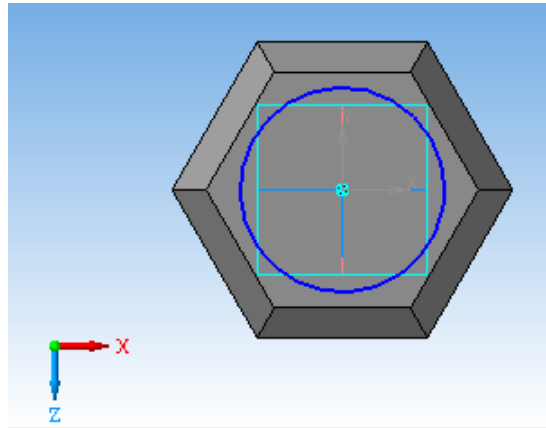

Рис. 6.6
8. Активувати площину ZX, клацнувши по ній лівою кнопкою миші. Перейти в режим  *Ескіз*. Виконати ескіз кола діаметром 60 мм. Поєднати зображення з центром шестикутників (рис. 6.6). Вийти з режиму  *Ескіз*.